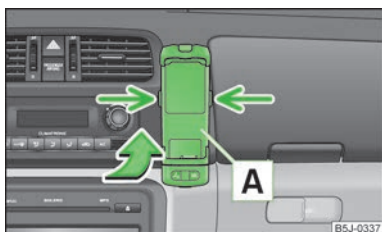

Fig. 93
- ▶ Împingeți mai întâi adaptorul [A] în sensul săgeții » fig. 93 până la limită în suport. Apoi apăsați ușor în jos adaptorul, până când acesta se blochează.
- ▶ Apăsați simultan elementele de blocare laterale ale suportului » fig. 93 și scoateți telefonul cu adaptorul.